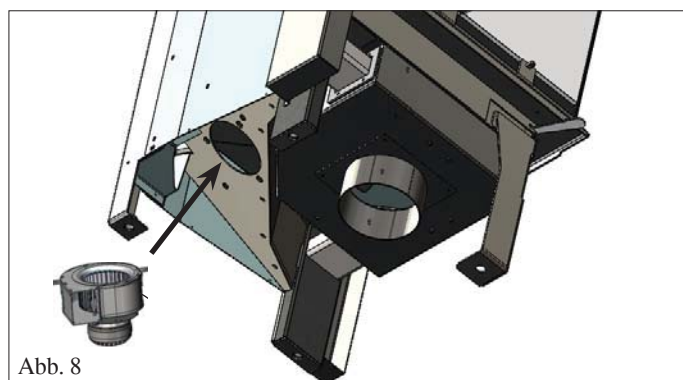

Abb. 8
- Das Gebläse mit den mitgelieferten Schrauben an der Platte unter dem Kamin anbringen (Abb. 8)